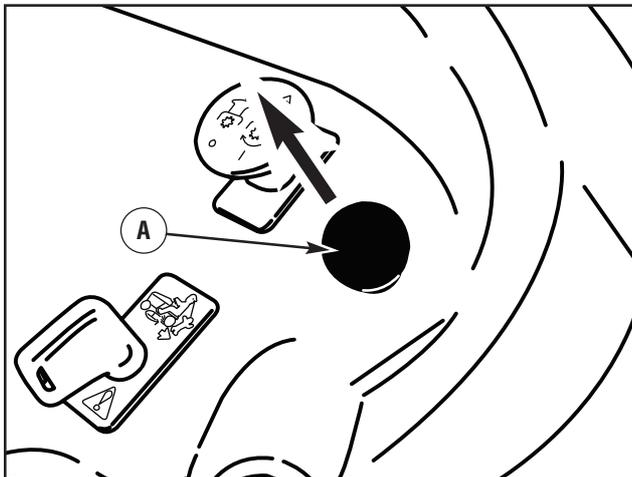

Figura 12: Controllo crociera
2. Tirare verso l'alto la **manopola di controllo crociera** (figura 12). Rilasciare il **pedale di controllo della velocità**. L'unità dovrebbe continuare la marcia in avanti alla velocità desiderata.